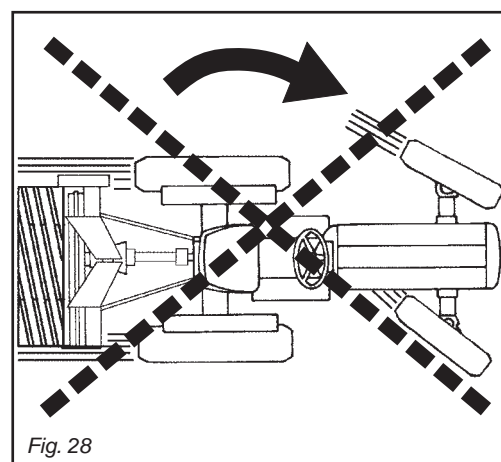

Fig. 28
*Relevez toujours l'appareil lors des changements de direction et des inversions de marche (Fig. 28, 29).*
Vermeiden Sie es, die Maschine unbelastet (außerhalb der Erde) laufen zu lassen. Wenn das Gerät unterirdisch arbeitet, keine Kurven fahren und auch nicht rückwärts fahren (Abb. 28, 29). Das Gerät zum Ändern der Richtung und zum Wenden immer ausheben. Während des Transportes, jedesmal wenn das Ausheben des Gerätes erforderlich wird, sollte der Kraftheber des Schleppers immer so eingestellt werden, daß das Gerät nicht mehr als circa 35 cm Abstand vom Boden aufweist (Abb. 30). Vermeiden Sie es, auf öffentliche Straßen zu fahren, wenn die Maschine mit Erde, Gras oder anderem verschmutzt ist, das die Fahrbahn verschmutzen und/oder den Verkehr behindern kann. Achten Sie darauf, daß das Gerät nicht auf den Boden fällt, sondern langsam gesenkt wird, um zu ermöglichen, daß die Klängen langsam in den Boden eingezogen werden. Anderenfalls würde es zu starken Spannungen in den Bestandteilen der Maschine kommen und ihre Struktur könnte Schaden nehmen.
Evitar hacer girar en vacío (no apoyada sobre el terreno) la máquina. Durante el trabajo evitar efectuar curvas con la máquina enterrada y no trabajar marcha atrás. Alzarla siempre para cambiar de dirección y para las inversiones de marcha (Fig. 28, 29).